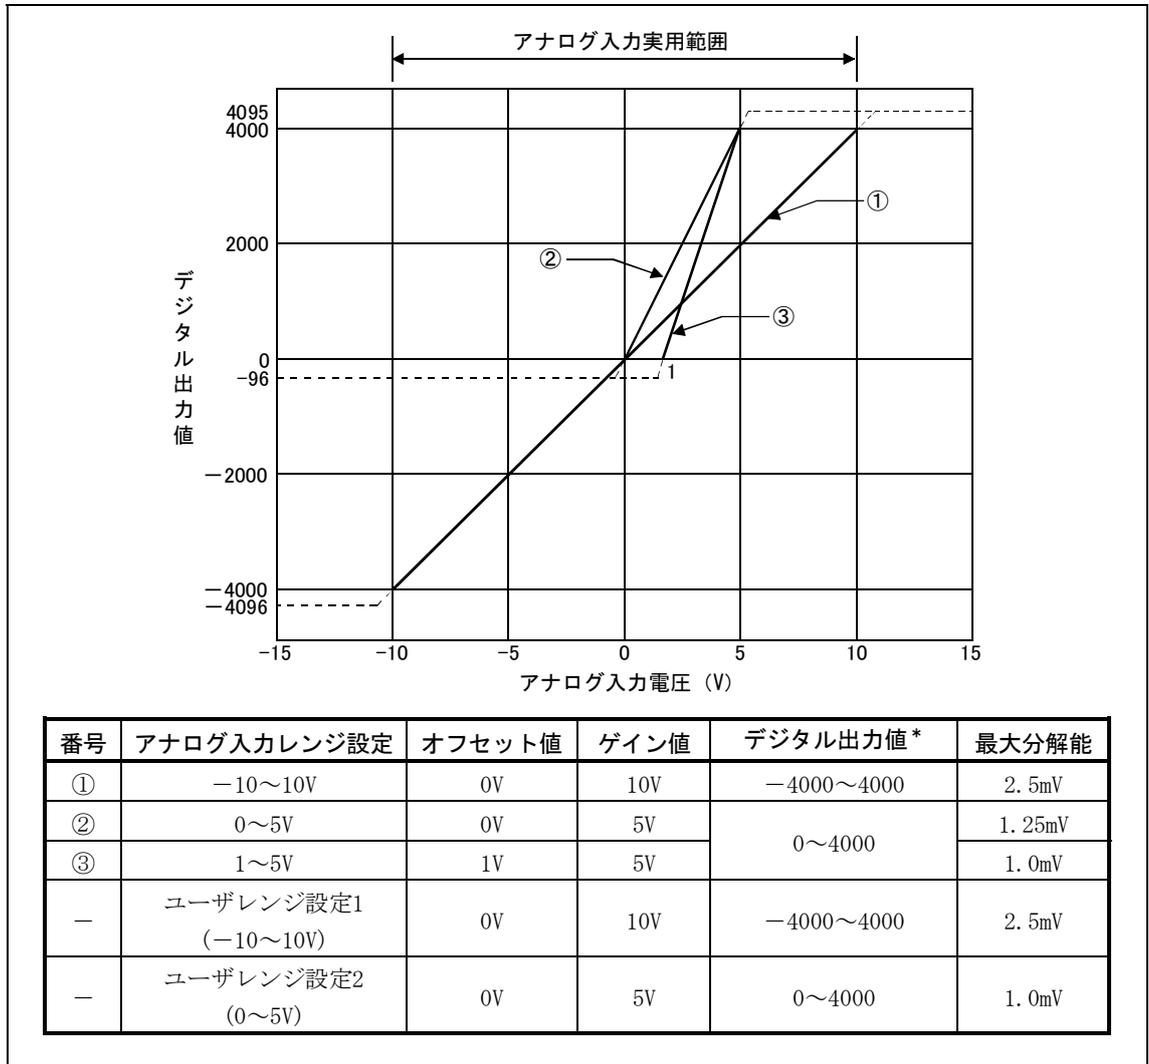

図3.1 電圧入力特性
- (1) ±15V以上は入力しないでください。素子を破壊することがあります。
- (2) \*のデジタル出力値の範囲を超過するアナログ入力された場合、デジタル出力値は最大または最小に固定されます。
- (3) 各入力レンジのアナログ入力範囲およびデジタル出力範囲の範囲内のとき、最大分解能、精度は性能仕様の範囲となりますが、その範囲を超過すると性能仕様の精度に入らないことがあります。(図3.1の点線部分の使用は避けてください。)
- (4) ユーザレンジ設定のオフセット値およびゲイン値は下記の条件を満たす範囲で設定してください。